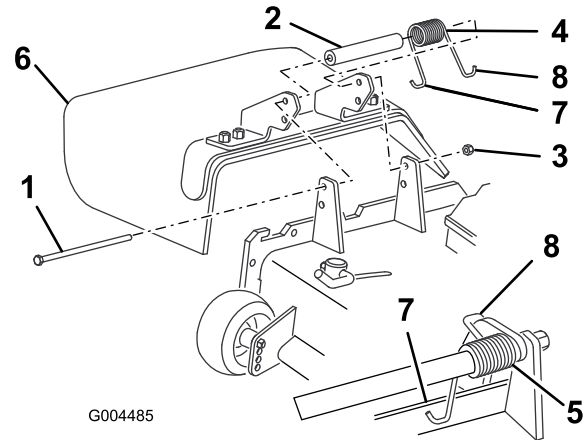

Figure 78
2. Retirez le contre-écrou, le boulon, le ressort et l'entretoise qui fixent le déflecteur aux supports de pivot (Figure 78). Enlevez le déflecteur s'il est endommagé ou usé.
3. Placez une entretoise et un ressort entre les supports du déflecteur d'herbe de rechange (Figure 78). Accrochez l'extrémité en J gauche du ressort derrière le bord du tablier.
Remarque: Accrochez l'extrémité en J gauche du ressort derrière le bord du tablier avant de mettre le boulon en place, comme indiqué à la Figure 78.
4. Remettez le boulon et l'écrou. Accrochez l'extrémité en J droite du ressort au déflecteur d'herbe (Figure 78).